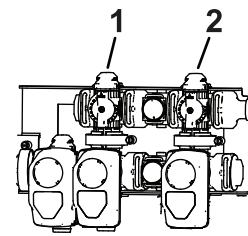

Bild 23
11. Stellen Sie das Rührwerksicherheitsventil (Bild 23) hinten am Rührwerkventil so lange ein, bis das Druckmanometer 6,9 bar anzeigt.
9. Stellen Sie den Griff am Sicherheitsventil des Hauptabschnitts ein, um die Rührwerkstärke im Behälter zu steuern (Bild 23).